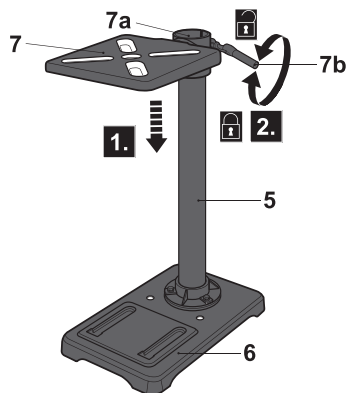

Fig. 2
- > Deslice la abrazadera (7a) de la mesa del taladro (7) en la columna (5) (Fig. 2, paso 1). Coloque la mesa del taladro a la altura deseada.
- > Alinee la mesa del taladro (7) con la base (6) y apriete a mano la palanca de la abrazadera (7b) para asegurar la mesa en posición (Fig. 2, paso 2).